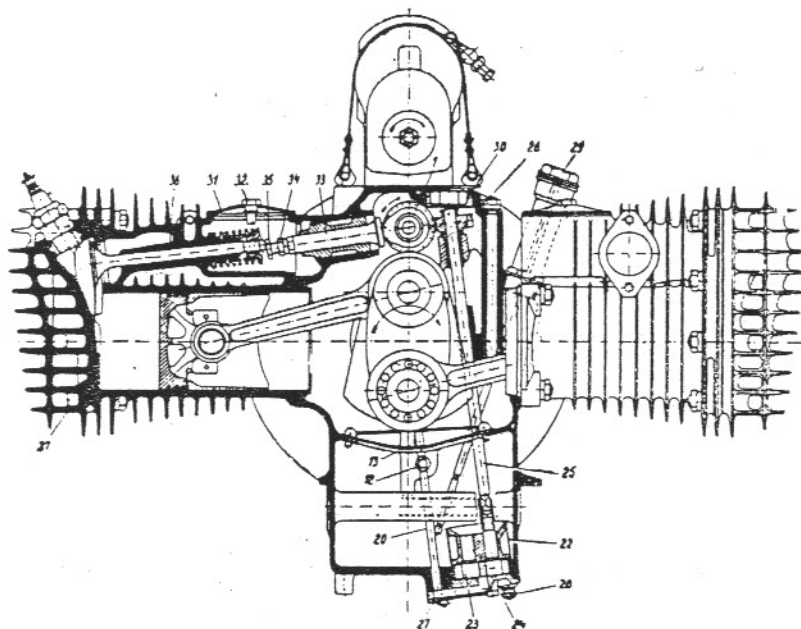

FIG. 1. — COUPE PARTIELLE DU MOTEUR.
tiges-poussoir (35) entourées d'une enveloppe (fig. 1).
Une pompe à engrenages, montée dans le fond du carter (Fig. 1), aspire l'huile à travers un filtre (22) ; cette pompe est commandée par l'arbre à cames (1). Par l'intermédiaire de deux roues dentées (23 et 24) dont la seconde reçoit son mouvement de l'arbre (25) et de la roue hélicoïdale (26) actionnée elle-même par la vis sans fin calée sur l'arbre à cames (1).